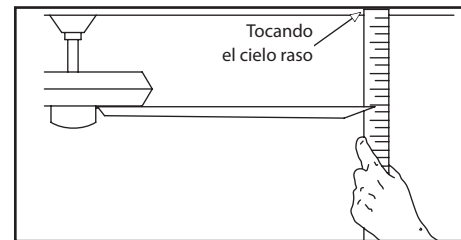

Figura 12
2. La mayoría de los problemas de oscilación del ventilador se deben a que las aspas no están al mismo nivel. Verifica este nivel seleccionando un punto en el cielo raso sobre la punta de una de las aspas. Mide desde un punto en el centro de cada aspa al punto en el techo. Mide esta distancia como se muestra en la Figura 12. Gira el ventilador hasta que la siguiente aspa quede en posición para medir. Repite el procedimiento para cada aspa. Las desviaciones de la medición no deben pasar de 1/8" (3.2 mm). Enciende el ventilador por 10 minutos.